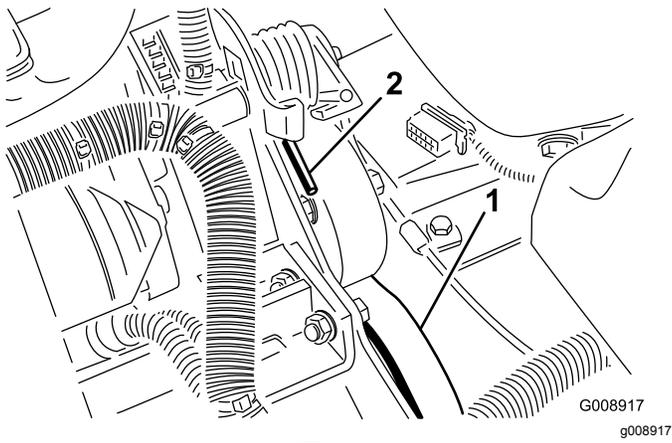

图71
2. 上下按动弹簧的端部 (图71) 将其从支架上解开释放弹簧上的张力。